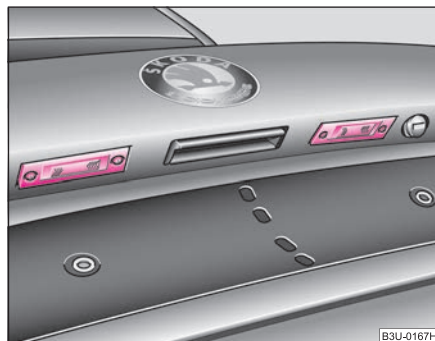

Fig. 204 Tapa de maletero Luz de matrícula
- Desenrosque la cubierta de cristal de la lámpara ⇒ fig. 204.